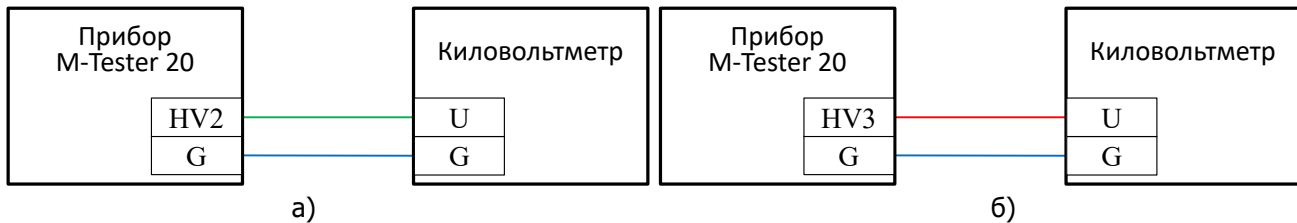

Рисунок 9.17 – Схема измерения постоянного напряжения, создаваемого прибором M-Tester 20:
- M-Tester 20 – на клеммах «HV2» и «HV3» (рисунок 9.17).